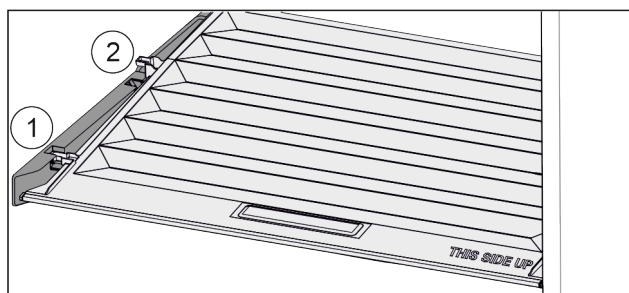

Fig. 134
- ▶ Tõmmake kaant kuni avanemiseni hoidedetailides ettepoole Fig. 134 (1).
- ▶ Tõstke tagant altpoolt üles ja võtke ülespoole ära Fig. 134 (2).